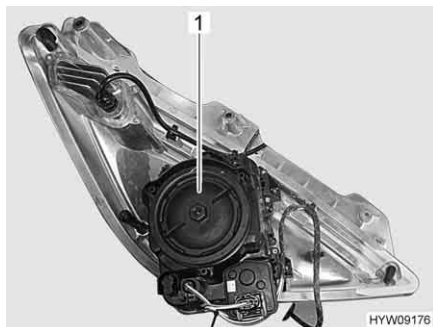

Fig. 185 Faro anteriore (lato posteriore)
- Ruotare il coperchio dell'involucro (Fig. 185,1) in senso antiorario e rimuoverlo.
- Posizionare il coperchio dell'alloggiamento (Fig. 185,1) e ruotarlo in senso orario fino a bloccarlo.